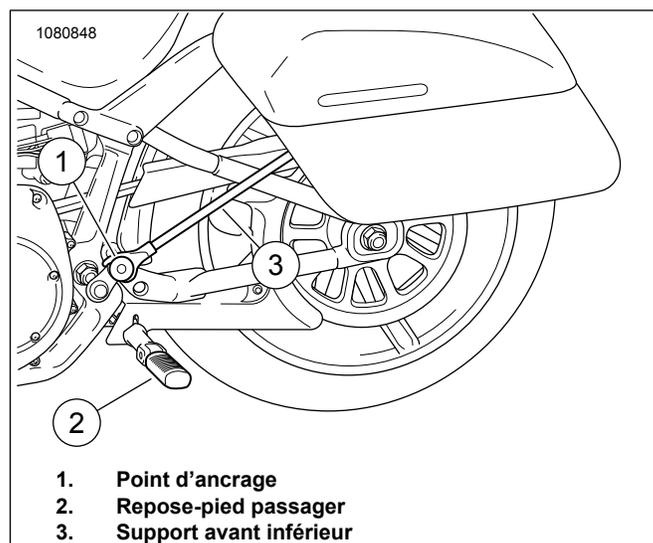

Figure 5. Support avant inférieur et ancrage
Consultez Figure 5 . Installer les composants du point d'ancrage sur le support avant inférieur avant de l'installer sur le véhicule. S'assurer que toutes les entretoises et les mini points d'ancrage sont alignés avant de continuer.
- Consultez Figure 5 . Installer la fixation du point d'ancrage sur le cadre en orientant le point vers l'extérieur, et en alignant l'encoche dans la fixation sur l'écrou à pivot du bras oscillant.
3. Voir la Figure 5. Tout en tenant le support avant inférieur (3) pour empêcher la rotation, serrer la vis à l'aide d'une tête d'entraînement T50 TORX prolongée. Serrer.